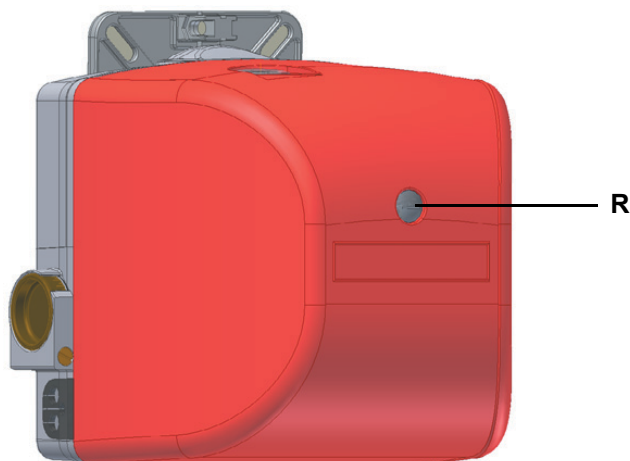

Рис. 15
- 2 запустить горелку, установив на **ON** главный выключатель **A** котла: в случае блокировки нажать кнопку RESET (**C**), находящуюся на крышке горелки (См. Рис. 15);.